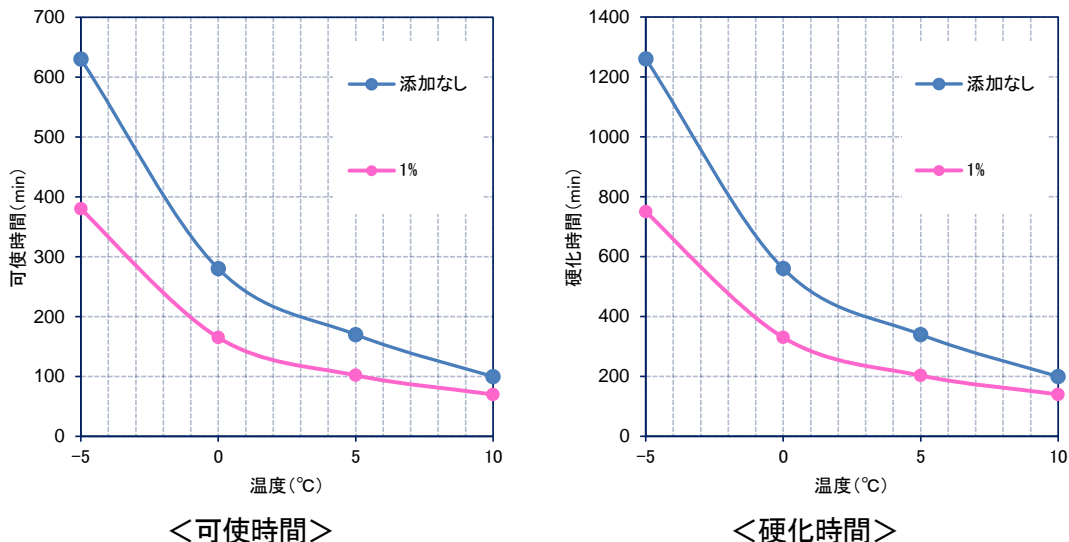

図5 専用硬化促進剤使用時の硬化特性
- B 剤に対し、デンカ NS ガードグレー専用硬化促進剤を必要量計量して添加し、均一になるまでハンドミキサー等で約 1 分間混合する。添加量は表 6 および図 5 を参照すること。